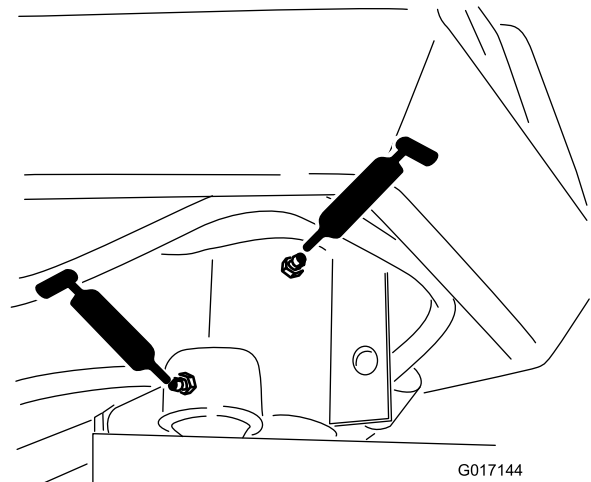

Figura 31
- Asse della forcella dello sterzo (1) (Figura 31)
- Estremità dell'asta del cilindro dello sterzo (Figura 31)